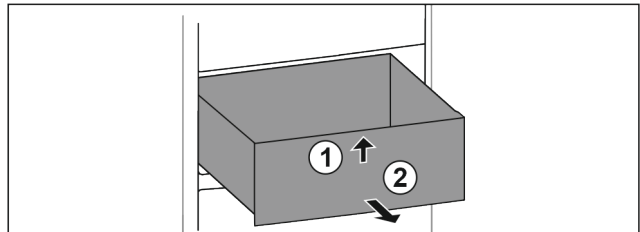

Fig. 99
- ▶ Приподнимите выдвижной ящик спереди. Fig. 99 (1)
- ▶ Извлеките выдвижной ящик движением вперед. Fig. 99 (2)